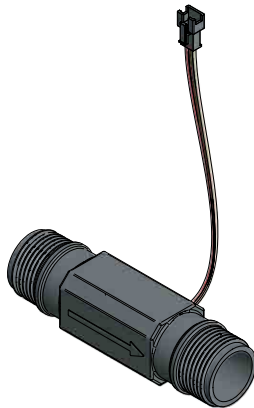

Figura 1
1. Instale el caudalímetro de 1" 2.45 cm en la línea de salida de agua acondicionada del sistema que está monitoreando. La flecha del caudalímetro debe apuntar en la dirección del flujo de agua. Consulte la figura 1.